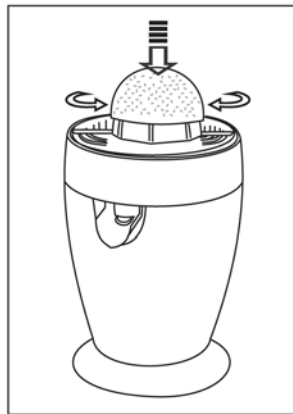

Fig. 2
2. Choisir un cône convenant à la taille du fruit. Le petit cône reste toujours en place, le grand se place par-dessus. Le moteur démarre quand le (demi-)fruit est pressé sur le cône. Le moteur se met à tourner dans l'autre sens après une interruption et une reprise de la pression. Cette alternance permet d'extraire plus de jus du fruit (fig. 2).